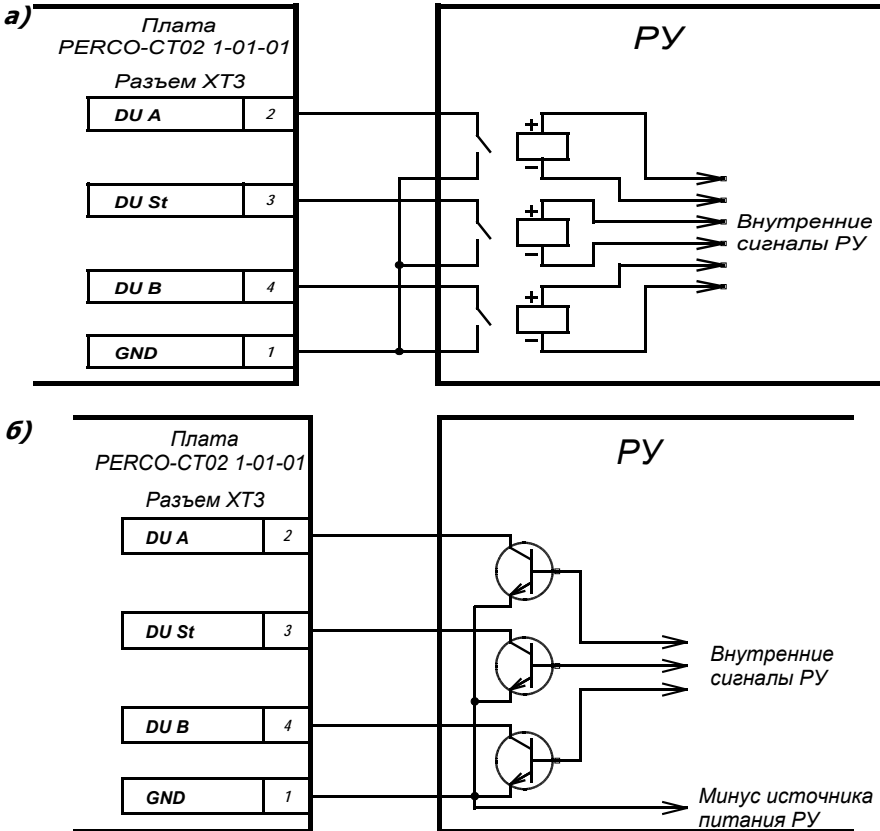

Рисунок 4 – Управляющие элементы устройства радиуправления (РУ):
5.4.2 Управление ЭП осуществляется подачей на контакты клеммной колодки "ХТ3" DUA, DUS_t и DUB сигнала низкого уровня относительно контакта GND, при этом управляющим элементом могут быть нормально разомкнутый контакт реле или схема с открытым коллекторным выходом (см. рисунок 4).